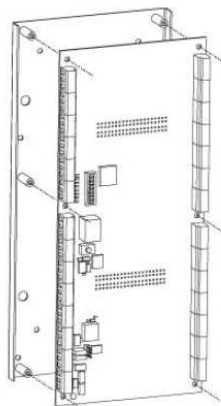

Fig.4.8.3 Instalação de PCB
- Instale a placa de PCB na placa de metal (consulte a Fig. 4.8.3).